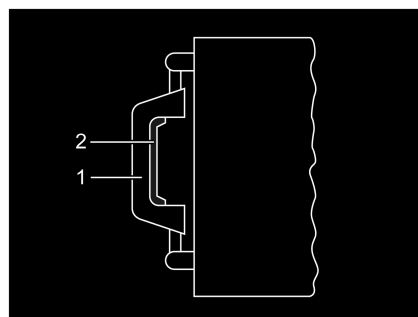

Fig. 42 Lanterneau, poignée
- Appuyer sur le verrou (Fig. 42,2) vers l'intérieur du lanterneau. Pousser le lanterneau simultanément vers le haut par la poignée (Fig. 42,1).
- Tirer fortement le lanterneau vers le bas par les deux poignées (Fig. 42,1) jusqu'à ce que les deux pousoirs s'encliquettent.